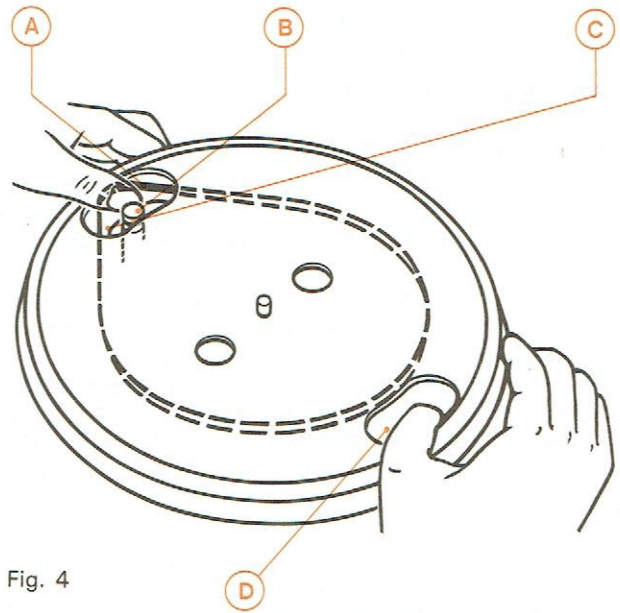

Fig. 4
A. DEPOSE DU PLATEAU ET DE LA COURROIE D'ENTRAINEMENT (Fig. 4)
- 2° – Dégager la courroie d'entraînement (A) de la poulie moteur (B)
- 3° – Tirer verticalement le plateau en le saisissant entre le pouce et l'index par les fenêtres (C) et (D)